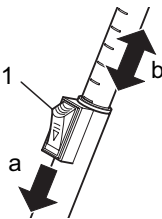

Abb. 4
4. Stellen Sie die Länge des Teleskoprohrs ein. Drücken Sie dazu die Teleskoprohr-Arretierung (Abb. 4/1) nach vorn (Abb. 4/a). Ziehen Sie dann das Teleskoprohr am Handgriff (Abb. 1/1) auf gewünschte Länge (Abb. 4/b). Zum Verriegeln lassen Sie die Teleskoprohr-Arretierung beim Ziehen los. Sie hören ein deutliches Klicken.